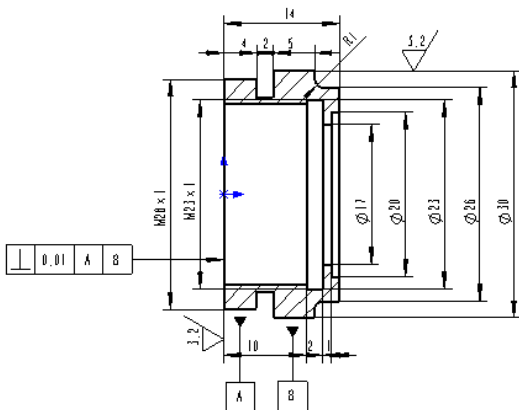

图 8-73 标注表面粗糙度符号后的工程图
**04** 旋转标注。在“角度”设置框中的“角度”一栏中输入 90 度，或者单击“旋转 90 度”图标按钮，标注的表面粗糙度符号旋转 90°后单击，确认标注的位置，如图 8-73 所示。